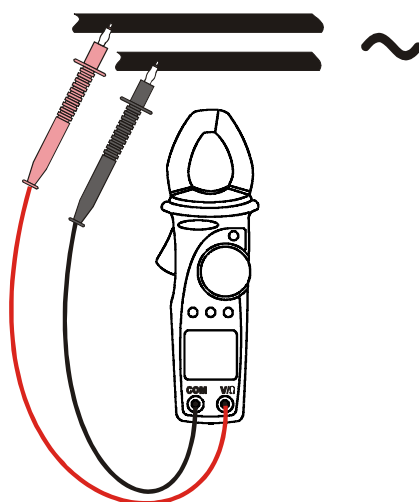

Fig. 6: medida de frecuencia con puntas de pruebas
4. Posicione las puntas de prueba en el punto deseado del circuito en examen (ver la Fig. 6). El valor de frecuencia de la señal presente en la entrada y es mostrado en el visualizador.